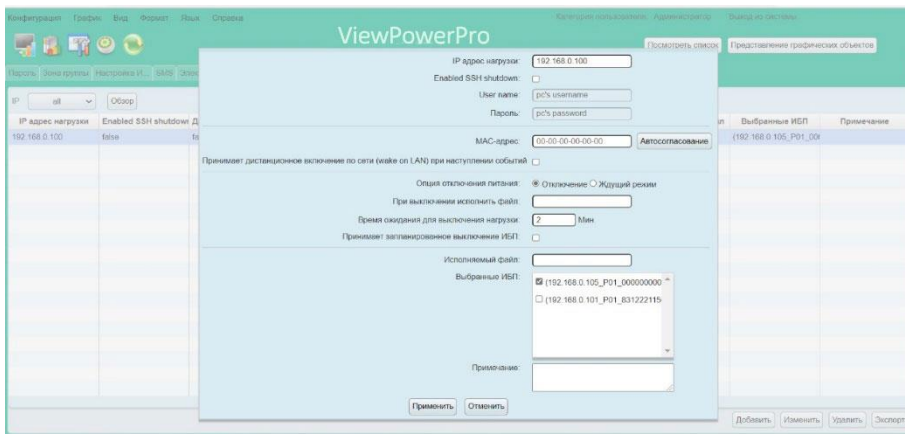

Рисунок 5-8
2. Add/Добавить: добавьте информацию о нагрузке (один компьютер), нажав кнопку Add/Добавить. См. рисунок 5-8.